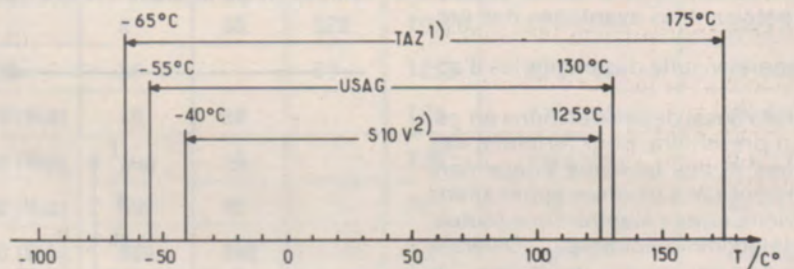

Figure 5
A la **figure 5** on effectue la comparaison des plages de température de service des TAZ, SIOV et USAG. La TAZ est la seule utilisable à des températures de service supérieures à 130°C et inférieures à -55°C .
- (e) très grande plage de température de service (- 65... + 175° C, cf. **figure 5**)